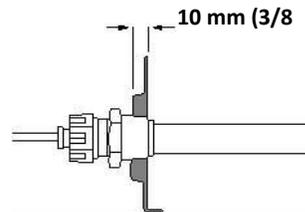

Figure 3. Installation sans bride.
**Montage incorrect:** L'épaisseur de la paroi du carter ou du bossage doit être d'au moins  $\frac{3}{8}$  pouce (10 mm) pour fournir un orifice de montage adéquat. Si la paroi du carter est trop mince, une bride doit être installée pour y fixer le préchauffeur. Les préchauffeurs montés sur une paroi de carter trop mince sont vulnérables aux dommages dus aux vibrations et peuvent fuir ou se détacher. Voir les figures 3 et 4.